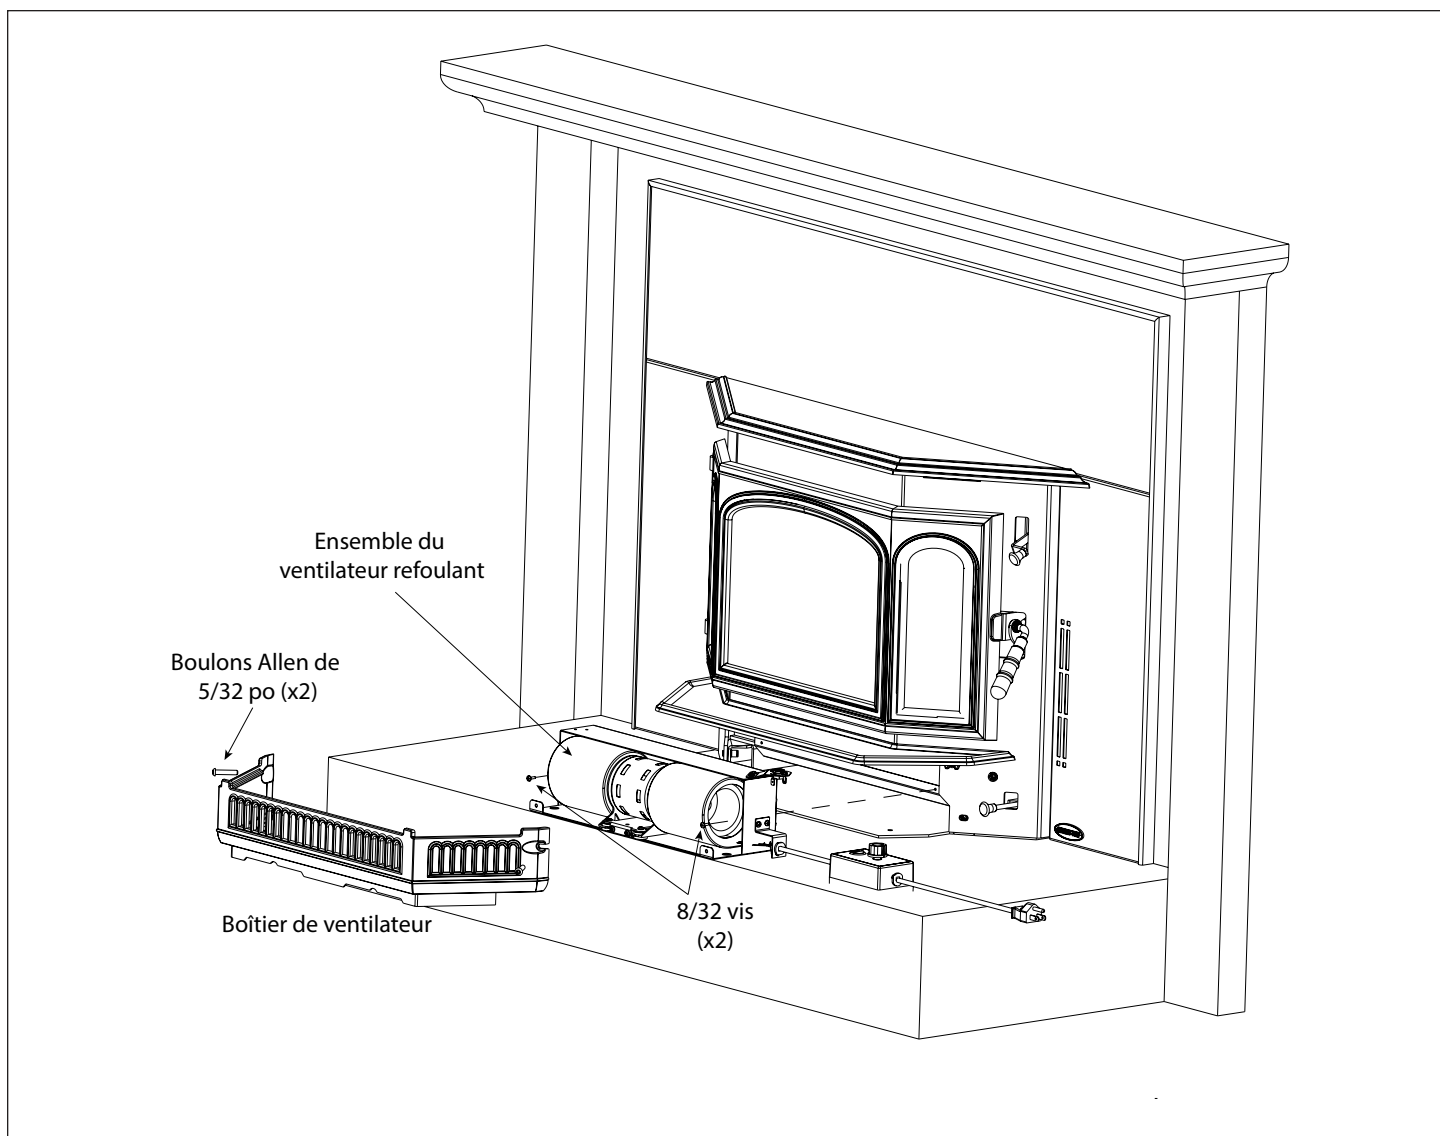

Figure 21.1
2. Retirez l'ensemble du ventilateur de l'appareil en dévissant les deux vis à tête cruciforme 8/32 situées sous le collecteur de cendres. **Figure 21.1.**